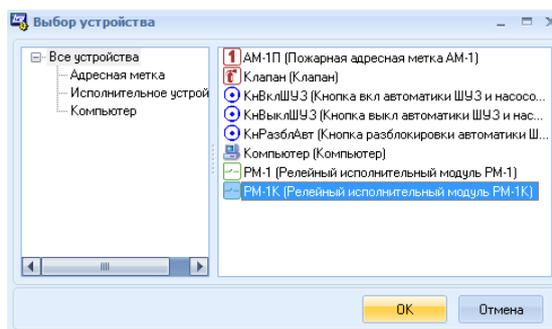

Рис. 6 Окно Выбор устройства
- **Новое устройство**, позволяет добавить в список новое устройство. При этом открывается диалоговое окно, в котором следует выбрать устройство и нажать **Ок** (Рис. 6).